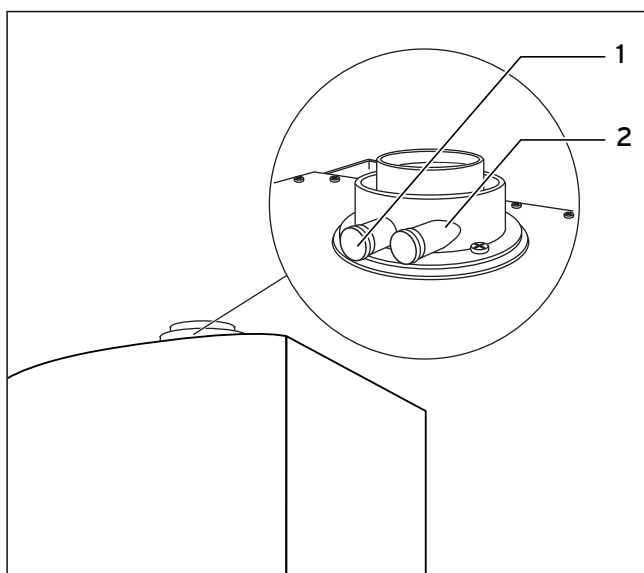

Fig. 6.3 Skorstensfejerdrift
- Foretag målingen af røggas (C1) på prøveåbning (1) (fig. 6.3). Målinger i luftindtaget kan foretages på prøveåbning (2).